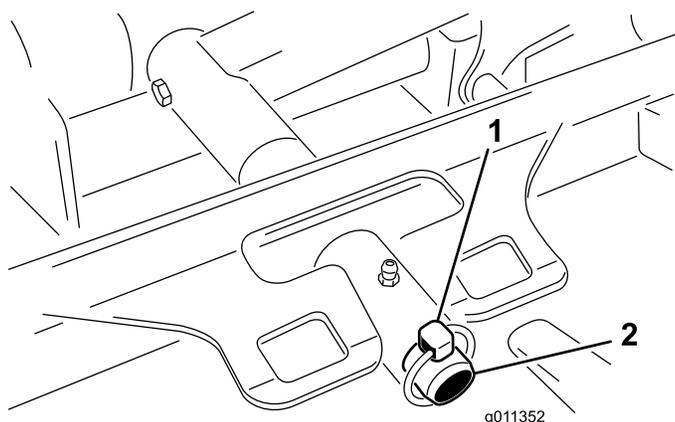

Figura 86
3. Retire o pino de sujeição (para máquinas Groundsmaster 4500) ou porca de bloqueio (para máquinas Groundsmater 4700) que fixa a estrutura de suporte da unidade de corte ao pino da articulação do braço de elevação (**Figura 86**).
2. Deslize a estrutura de suporte da unidade de corte até que esta fique sobre o pino da articulação do braço de elevação (Figura 86). Prenda a unidade de corte ao pino com o pino de sujeição (para máquinas Groundsmaster 4500) ou a porca de retenção (para máquinas Groundsmaster 4700).